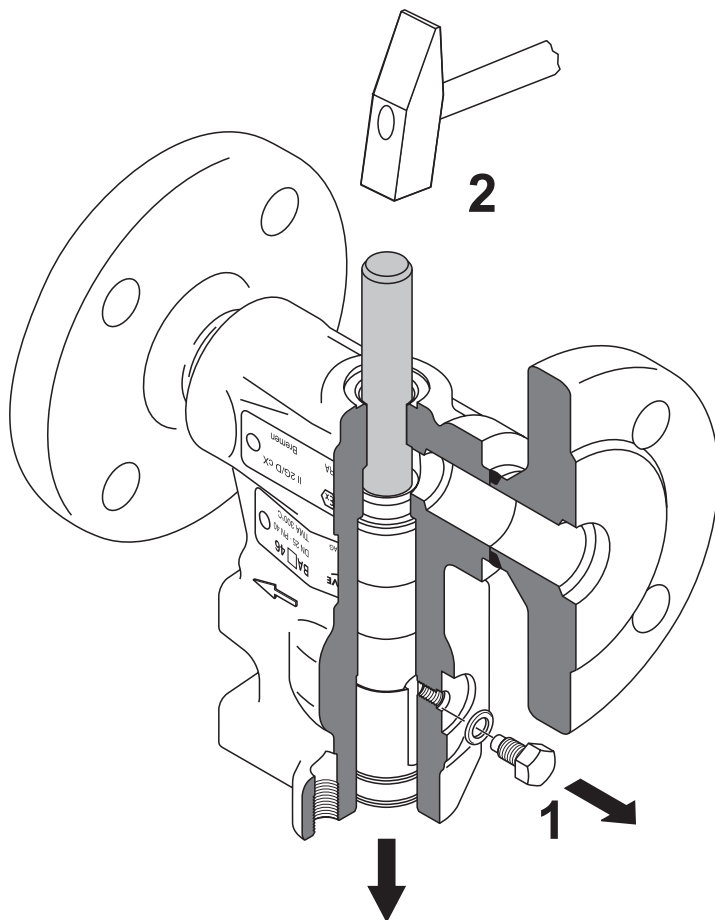

Fig. 14
7. Innenteile **6** bis **10** mit einem Messingdorn $d = 14,8$ mm heraus schlagen. **Fig. 14**
9. Innenteile 6 bis 10 mit einem Messingdorn $d = 14,8$ mm heraus schlagen. **Fig. 14**